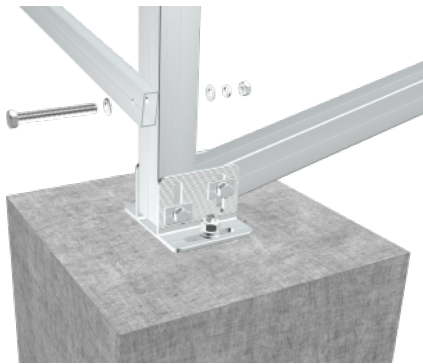

图1
b.将M10*100外六角螺栓贯穿20X45方管与后立柱，并将M10*100外六角螺栓组件预锁紧（图1）。